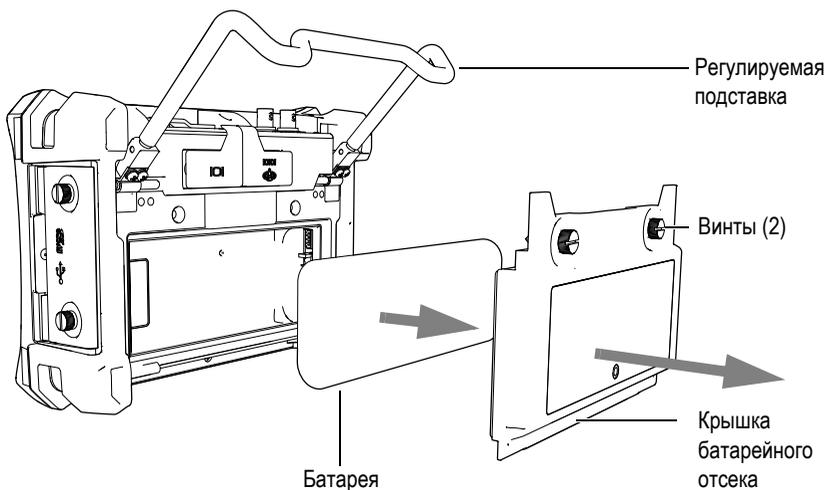

Рис. 12-1 Извлечение литий-ионной батареи
2. Полностью разверните подставку прибора на задней панели (см. Рис. 12-1 на стр 316).